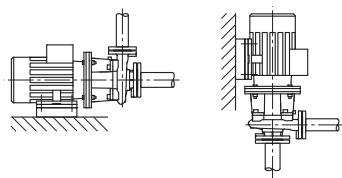

Fig. 41: Provedení BL
- Monobloková čerpadla konstrukční řady BL je třeba postavit na dostatečné podklady resp. konzoly (Fig. 41). U čerpadel typu BL musí být motor od výkonu 18,5 kW podepřen, viz příklady montáže BL (Fig. 42).